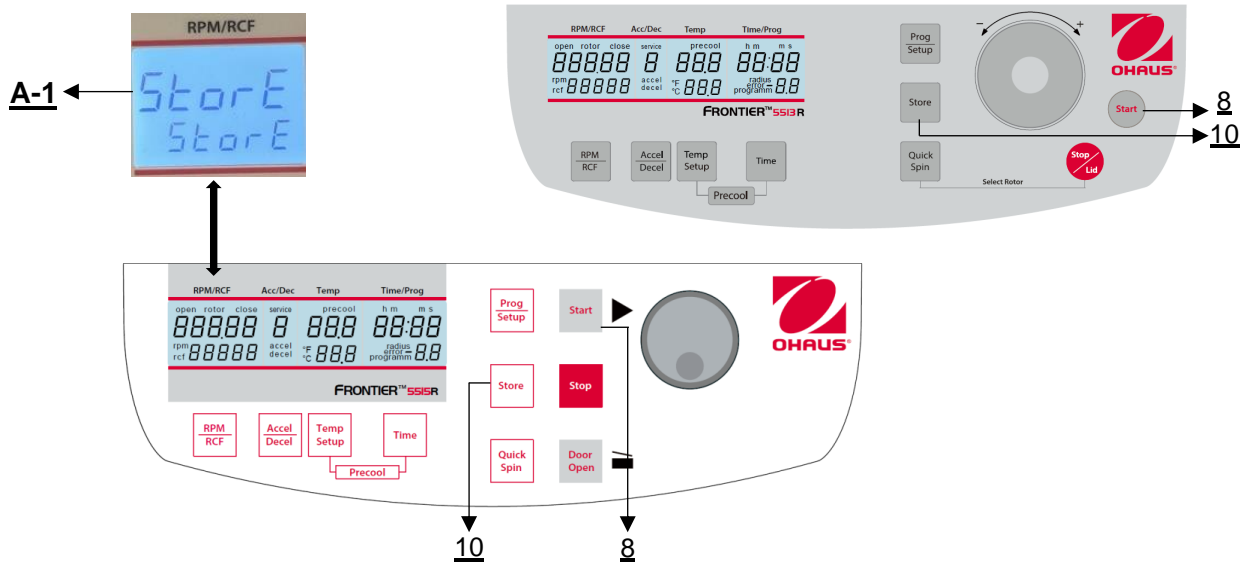

Figura 26
Tutte le impostazioni modificate devono essere confermate con il tasto **"Start"** (8) o **"Store"** (10). La parola **"Memorizzare"** appare sul display **"RPM | RCF"** (A-1) - Solo allora le preselezioni sono valide (vedere Figura 26). Dopo aver memorizzato le impostazioni, è possibile passare nuovamente alla modalità di programma normale spegnendo la centrifuga per un breve periodo.